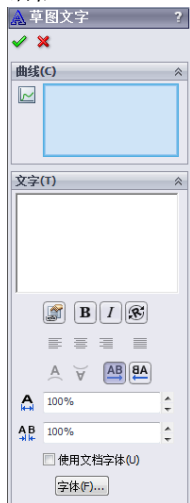

图 2-26 [草图文字]属性管理器
2. 单击[文字]按钮或选择[工具] | [草图绘制实体] | [文本]命令，这时出现[草图草图文字]属性管理器，如图 2-26 所示。